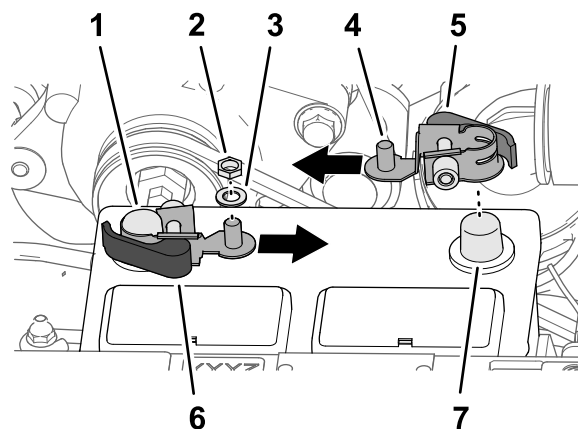

Рисунок 209
1. Удалите шестигранные гайки с шайбами с быстроразъемных зажимов с черной и красной ручками (Рисунок 209).
3. Установите быстроразъемный зажим на отрицательный штырь аккумуляторной батареи так, чтобы резьбовой штырь зажима был направлен в центр аккумуляторной батареи, как показано на Рисунок 209.